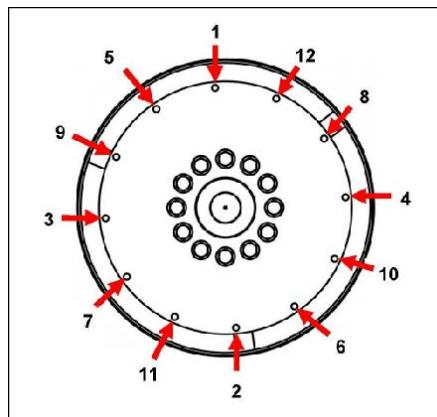

図 24. 固定手順
10. アライメント ダウエルを取り外します。肉厚ワッシャーをヘッドの下で使用して、カップリング ボルトを取り付けます。表示の順番で、ボルトを締め付けて、カップリング ディスクをフライホイールに固定します 図 24 ページ 43。